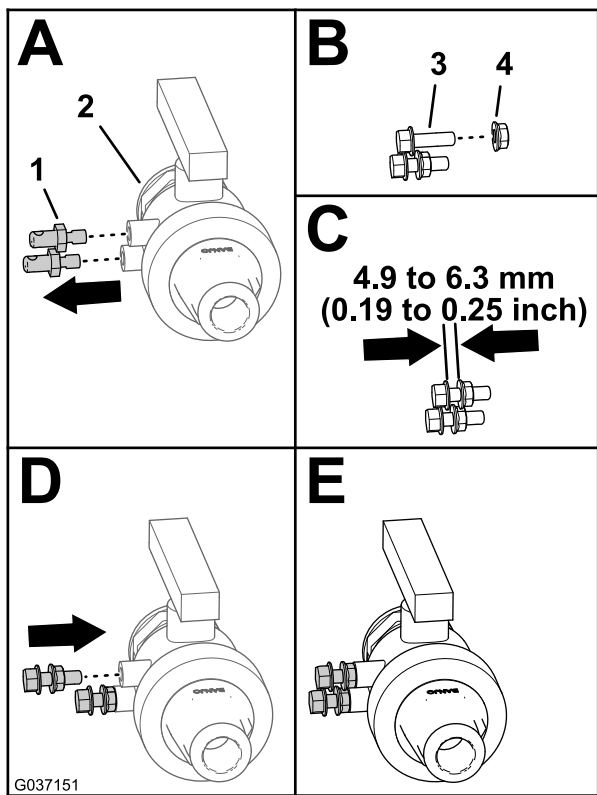

图12
3. 从排水阀上卸下 2 个固定销 (图12 中的 A)。
4. 如图12中的 B 和 C 所示，将 2 个凸缘锁紧螺母 (5/16 英寸) 螺入 2 个凸缘头螺栓 (5/16 x 1 英寸)。
5. 将凸缘锁紧螺母和凸缘头螺栓安装到排水阀上，并手动拧紧 (图12中的 D 和 E)。